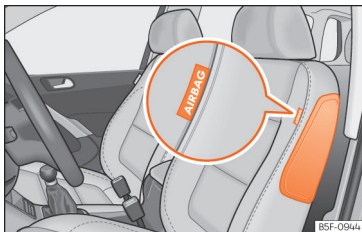
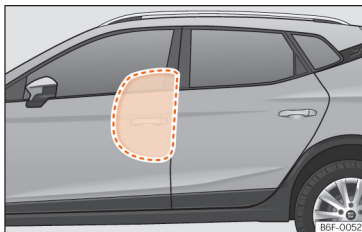

Рис. 31 Бокова подушка безпеки в спинці сидіння водія.
Рис. 32 Повністю надута бокова подушка безпеки з лівого боку автомобіля.
Бокові подушки безпеки розташовані у спинках передніх сидінь >>> **рис. 31**, >>> **рис. 32**.
• Пильнуйте, щоб діти правильно сиділи на своїх сидіннях і не тримали голову в зоні розкриття бокових подушок безпеки >>> **рис. 32**, адже в разі аварії подушки можуть спрацювати й завдати серйозних травм.